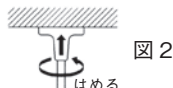

図 2
4. フランジカバーを右に回してもとの状態にはめ込む。(図2)